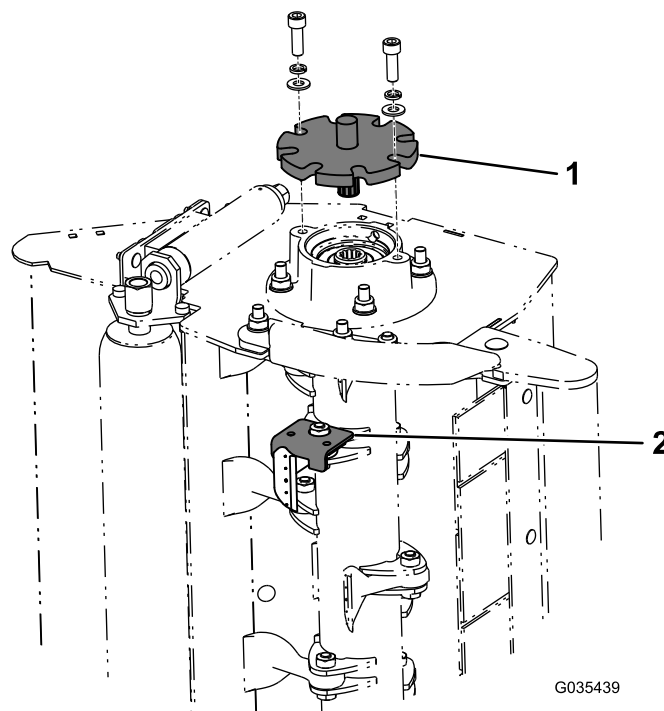

Bild 1
6. Arretieren Sie den Drehzylinder, indem Sie das Schloss des Drehzylinders mit den vorhandenen Befestigungen anbringen (Bild 1).
7. Befestigen Sie die Halterung für den Messerhalter auf der Mutter und dem Messer (Bild 1).